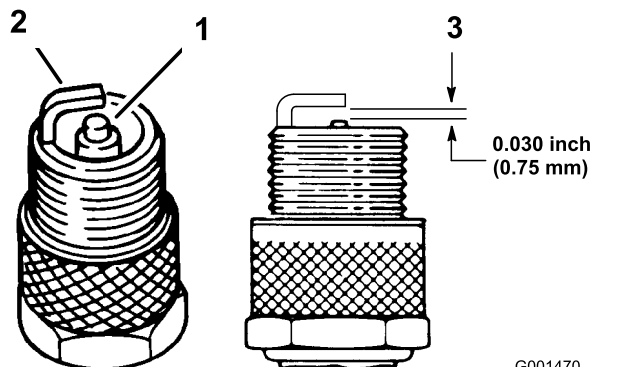

図 23
1. 中央の電極部(図 23)を観察する。絶縁体部がうす茶色や灰色なら適正、黒い汚れがある場合にはエアクリーナの不良を考える。
2. プラグの電極間のエアギャップ(図 23)を点検し、適正值から外れていれば外側の電極(図 23)を曲げて調整する。
3. 点火コードを接続する(図 23)。